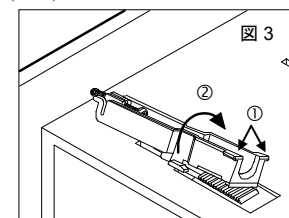

図 3
4. ネジを緩めた位置で、取付具の突起部を摘んで持ち (①)、横方向に回転させて (②)、取付具をケースから取り外します。(図 3)